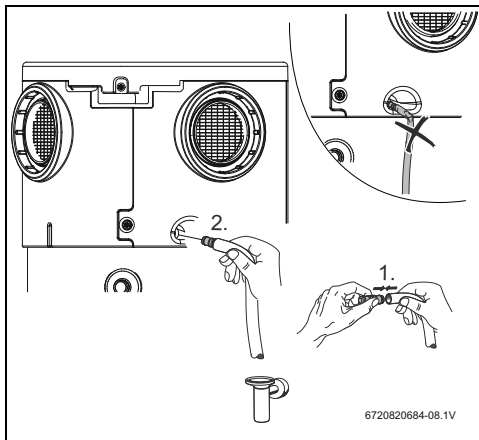

Bild 12 Kondensatauffang
- ▶ Vor dem Einbau Kondensatleitung an Kondensatablauf anschließen (Abb. 12).
- ▶ Kondensatleitung (Innendurchmesser 16 mm) an¹⁾ Kondensatablauf anschließen (Abb. 12, [1]).
- ▶ Kondensat über einen Siphonablauf (Abb. 12, [2]) abführen.